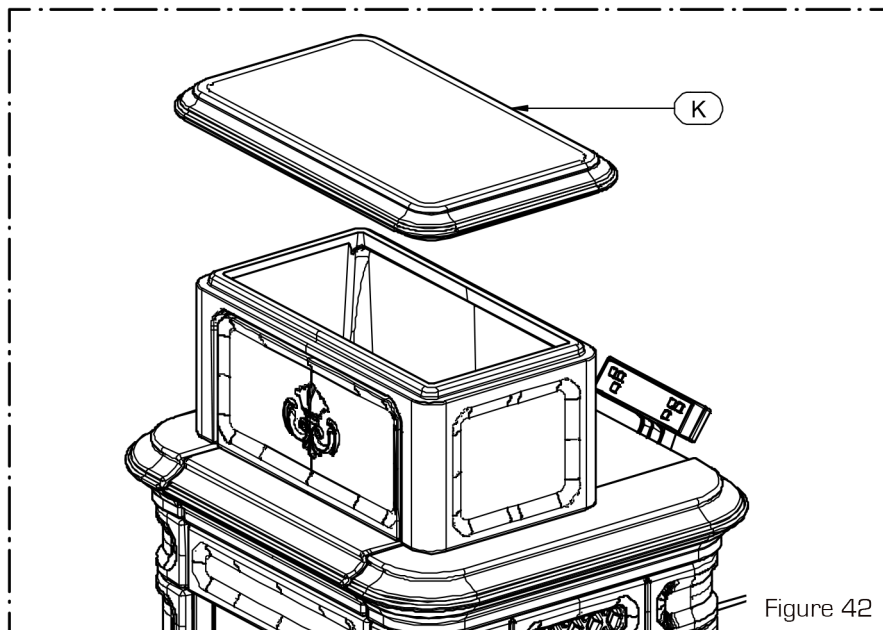

Figure 42
- Positionner le couvercle en céramique K (Figure 42)